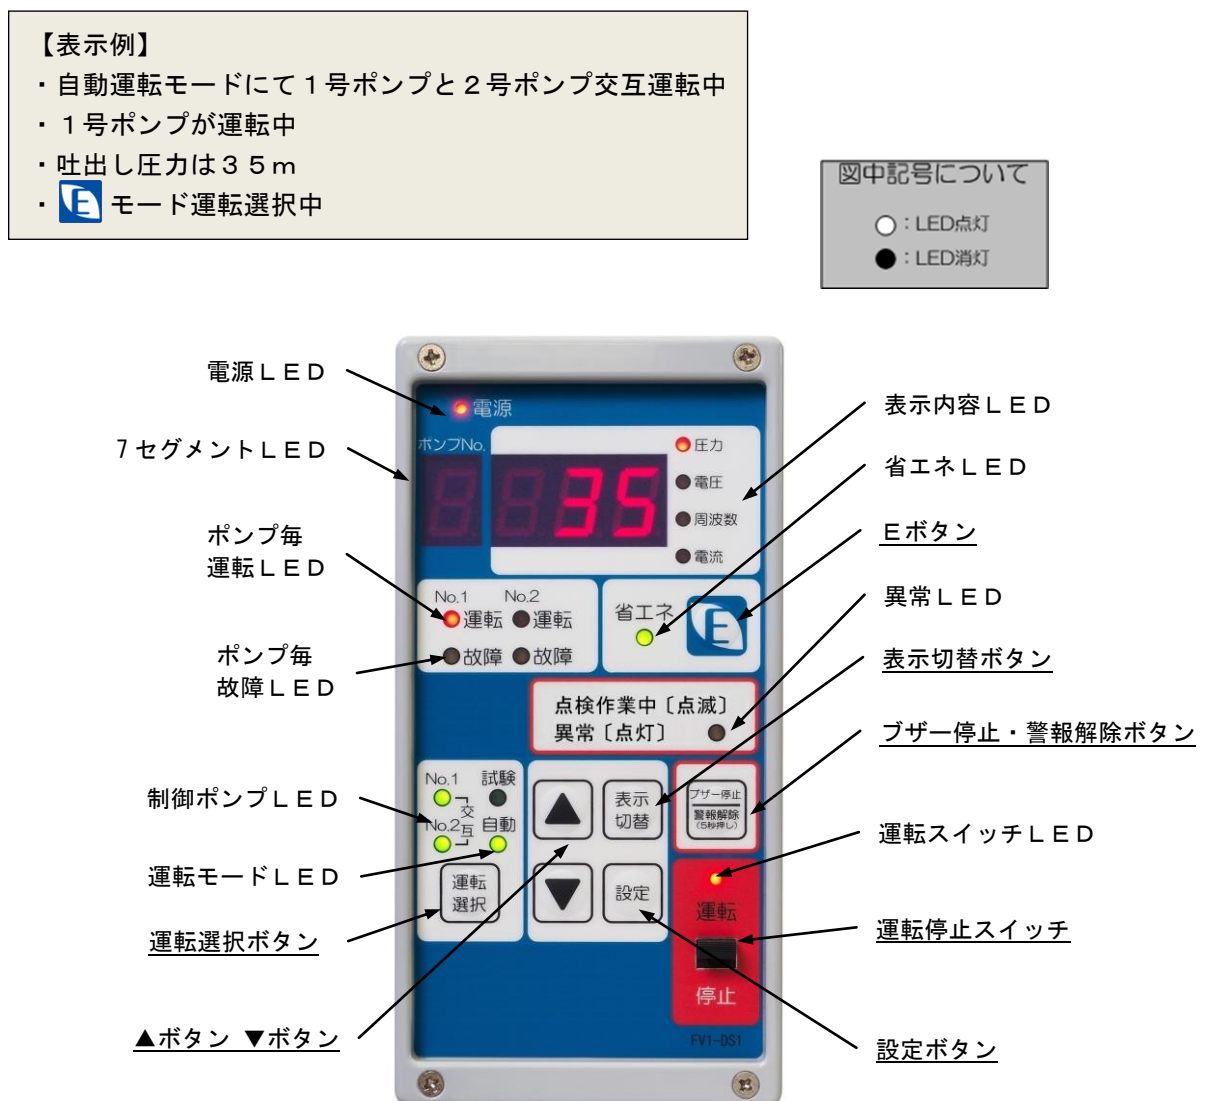

図 11 表示操作部外観
- (1) 表示操作部の右下部にある【運転停止スイッチ】を、停止側にしてください。(図 11)
- (2) 制御盤の漏電遮断器 (ELB) をオンにしてください。
- (3) 分電盤の遮断器 (MCB又はELB) をオンにします。表示操作部の電源LEDが点灯し、7セグメントLEDが点灯することをご確認ください。